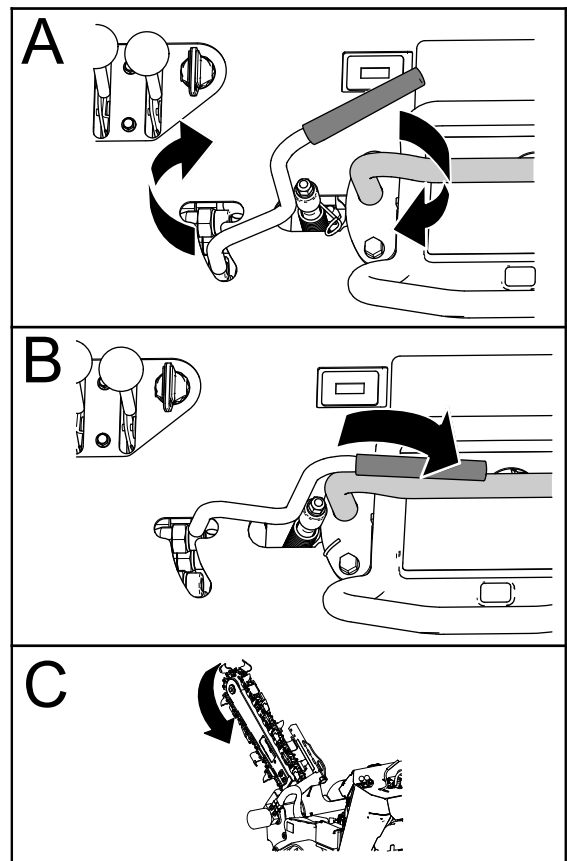

Figura 6
2. Controllate la rotazione della catena di scavo (Figura 6).